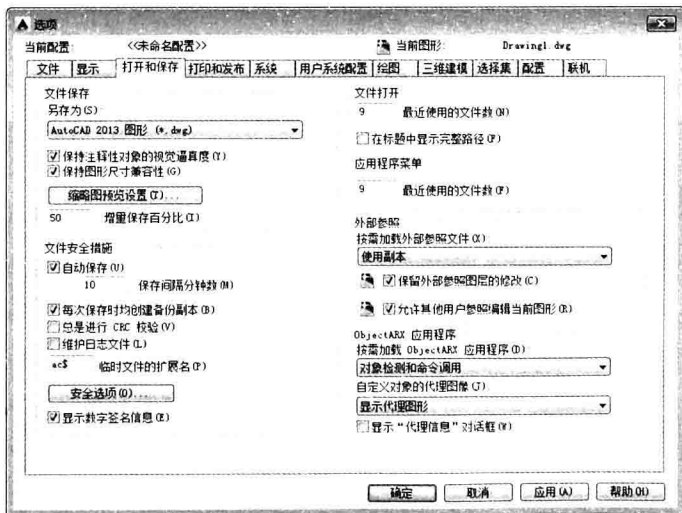

图 1-15 “选项”对话框中的“打开和保存”选项卡
(1) 选择菜单栏中的“工具”→“选项”命令，弹出“选项”对话框。
(2) 单击“打开和保存”选项卡，如图 1-15 所示。